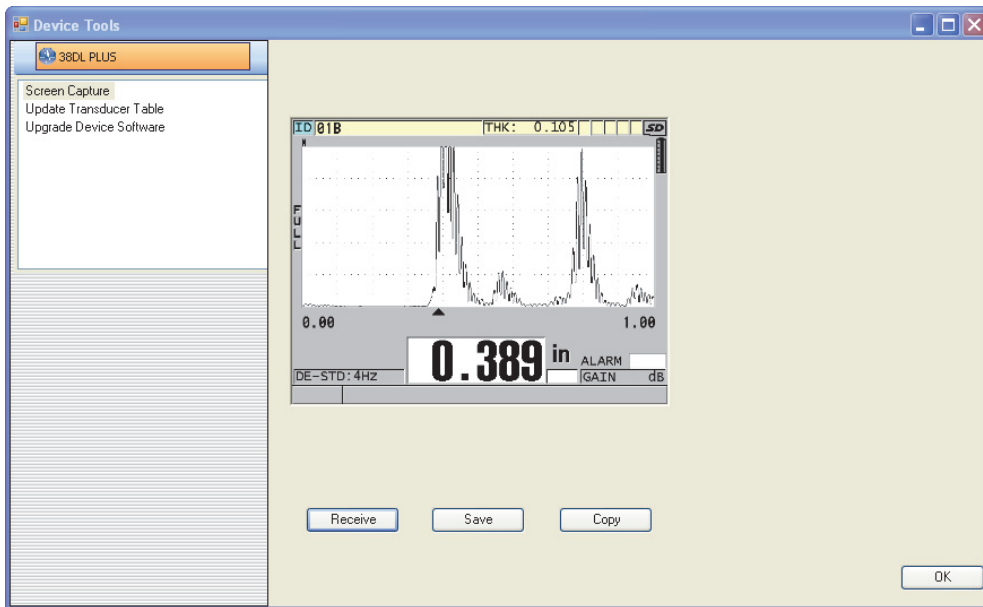

図 14-8 画面キャプチャ機能のある Device Tools (デバイスツール) ダイアログボックス
- b) Device Tools (デバイスツール) ダイアログボックス (270 ページの図 14-8 参照) で、Screen Capture (スクリーンキャプチャ) を選択し、Receive (受信) をクリックします。